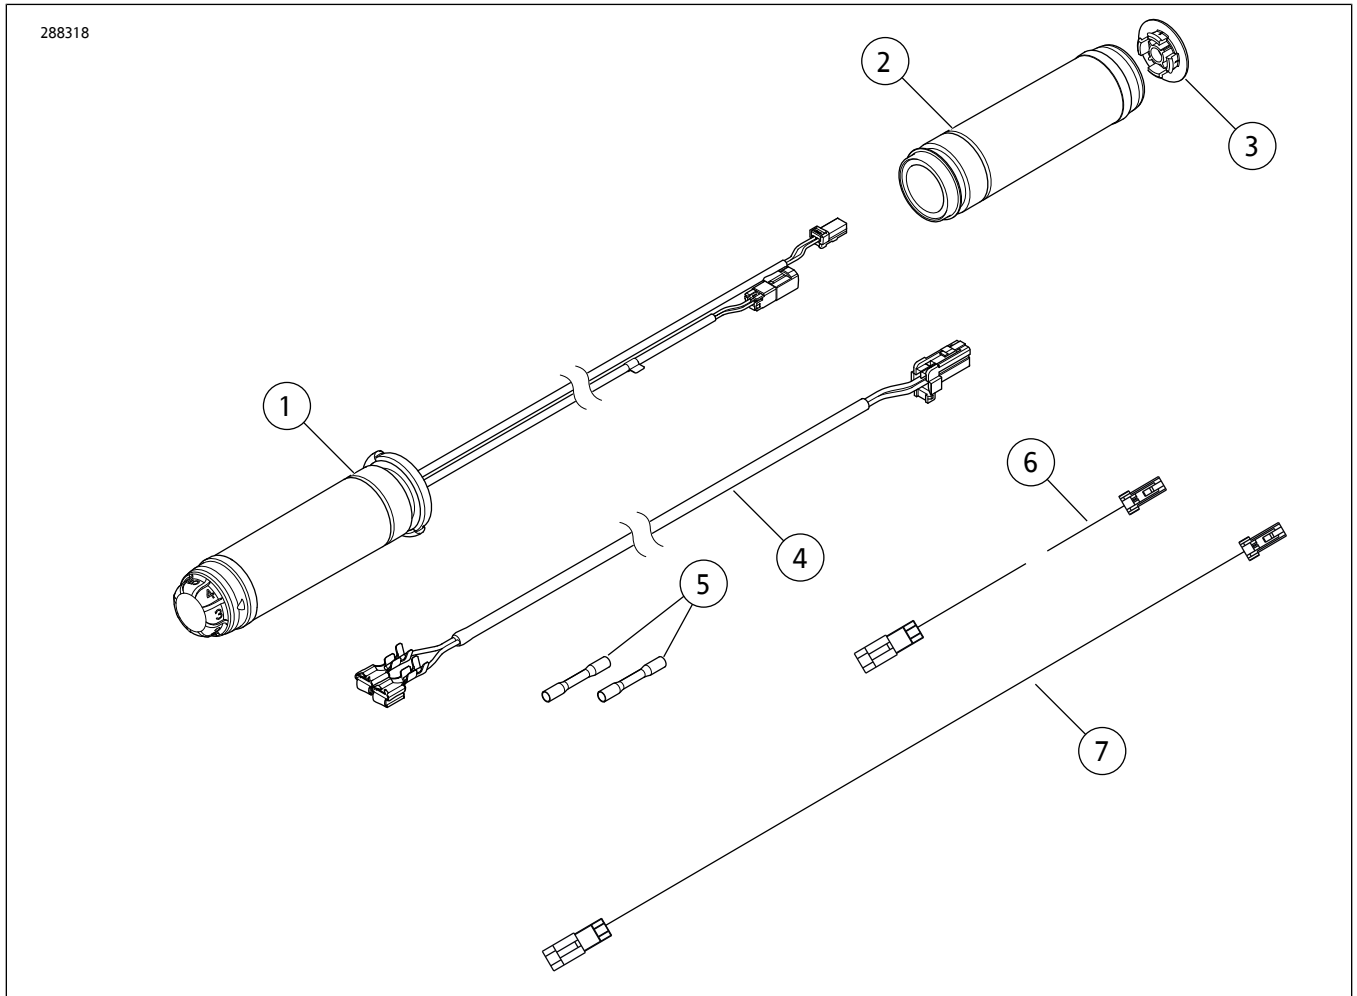

图1。套件内容：加热式手柄
- b. 参见图1。这根14英寸带黑白色导线的跳线是在套件中提供的。